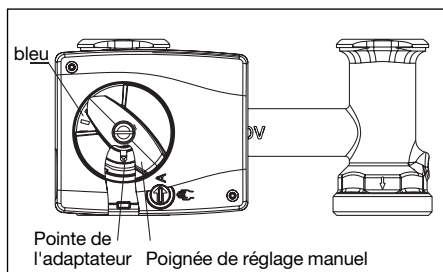

Fig. 5.5 Vanne mélangeuse à 3 voies aller à gauche
- Desserrer le manchon (5) et le bouchon (6).
- Serrer le manchon (5) et le bouchon (6) avec un couple de 30 Nm.
8. Poser l'adaptateur sur le boisseau de la vanne (voir fig. 5.5).